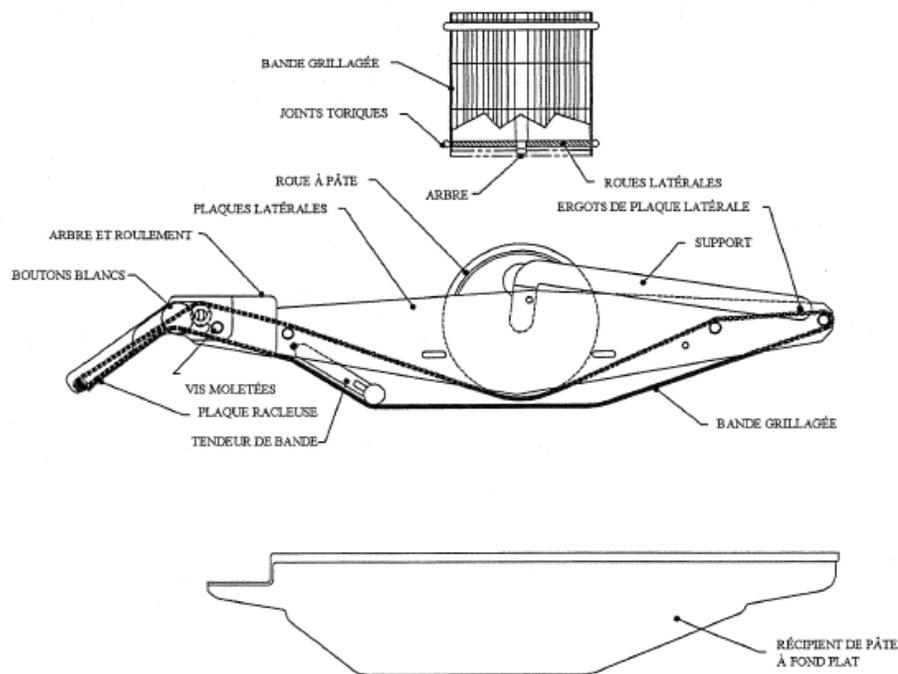

Figure 16 - Dépose de transporteur
1. Déposer le transporteur du réservoir de pâte (**Figure 16**)